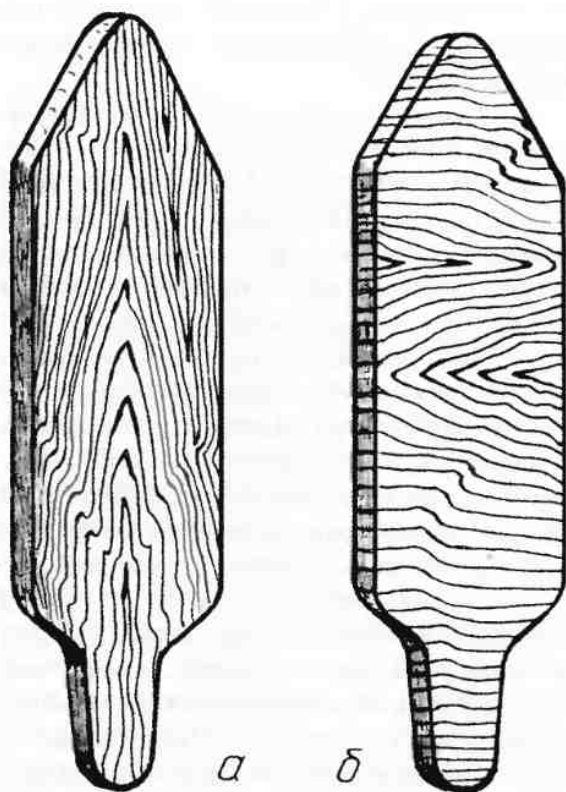

Рис. 566. Примеры тектонически правильного (а) и неправильного (б) выбора направления волокон древесины при изготовлении или фанеровке вытянутых предметов
**Архитектоника** — 1) строительное искусство; 2) художественное выражение закономерностей строения или соединения деталей предмета, частей изделия (рис. 566, 567). Например, соединение деталей деревянных конструкций шурупами и гвоздями будет нетектоническим, а на шипах или цапфах — тектоническим.